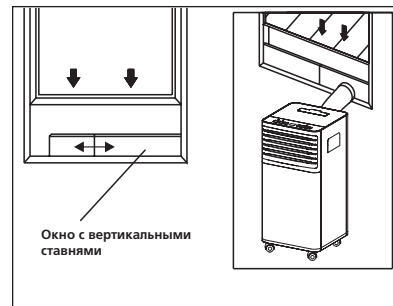
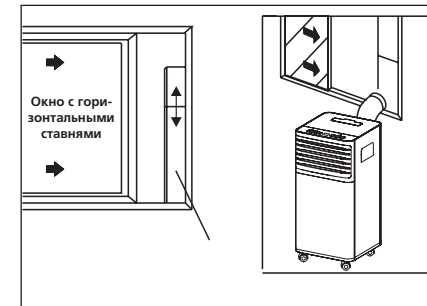

Рис. 8
Рис. 9
- b. Поместите кронштейн на подоконник, закрепите его с помощью штифта, затем опустите окно. Вставьте выпускное сопло в слот кронштейна, после этого подсоедините шланг к кондиционеру. Следуйте изображению на рис. 8 для окна с вертикальными ставнями, и изображению на рис. 9 для окна с горизонтальными ставнями.